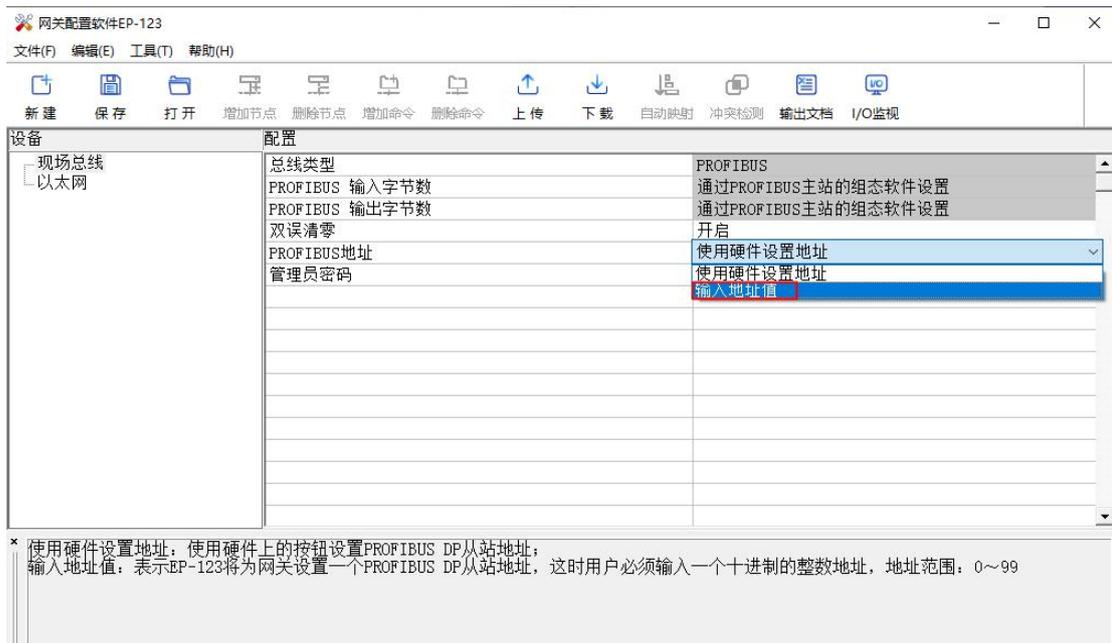
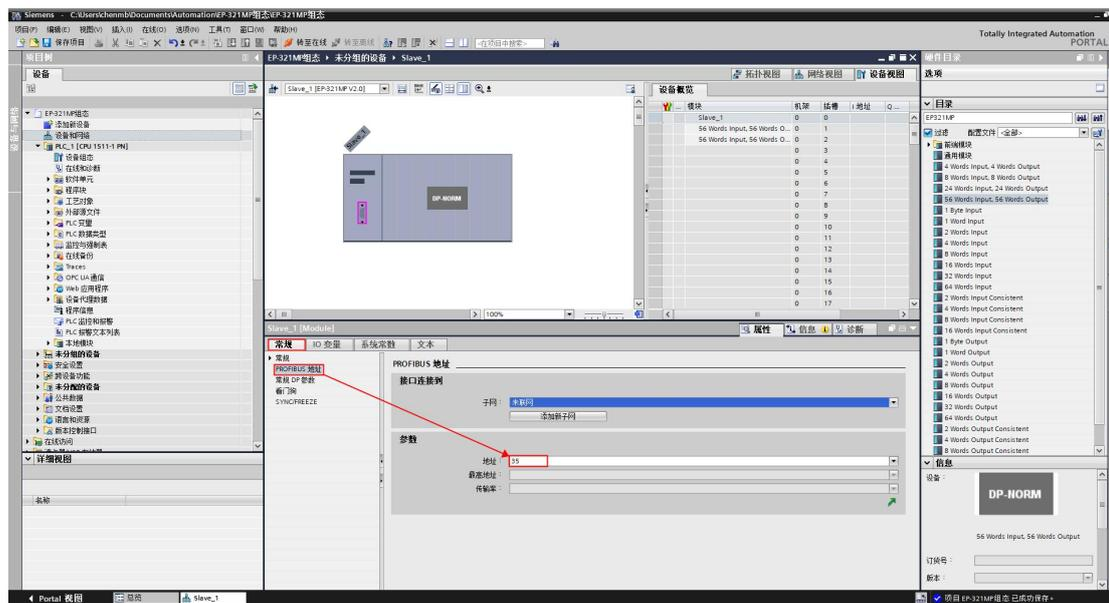
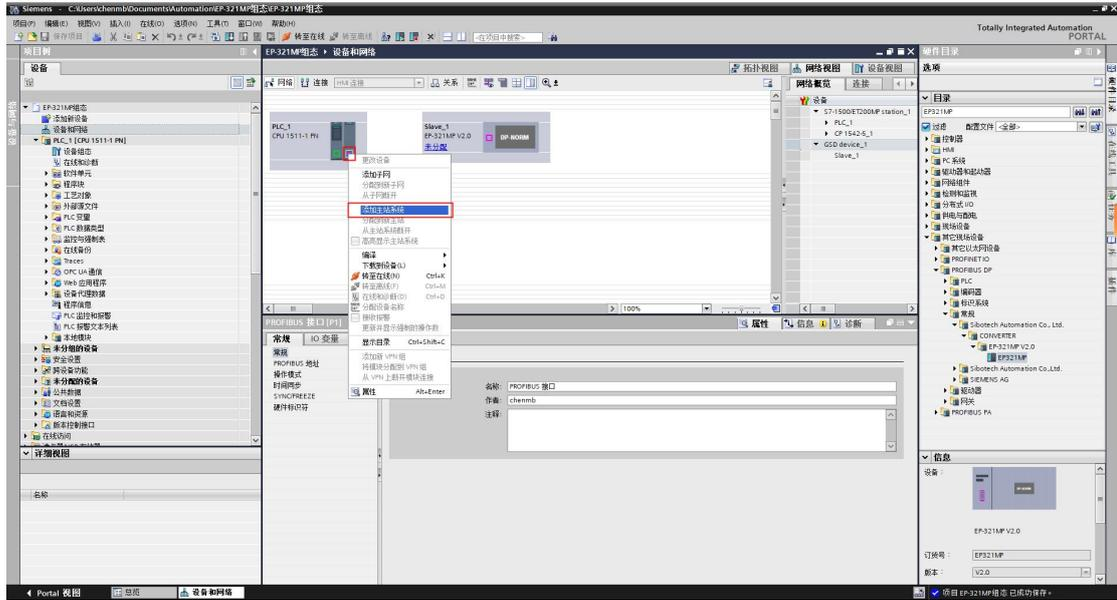

图 10 将 PROFIBUS 地址设置为软件修改
图 13 配置 EP-321MP 设备 PROFIBUS 地址
图 14 添加主站系统
10. 打开 EP-321MP 配置软件 EP-123，在“现场总线”中下拉 PROFIBUS 地址选项，选择输入地址值，如图 10 所示：
13. 双击设备并点击下方常规-PROFIBUS 地址中更改网关地址与图 10 中软件的配置必须一致，如图 13 所示：
14. 将组态界面转换到“网络视图”，点击“PLC\_1”，在图 13 的紫色小框处右键“添加主站系统”如图 14 所示：